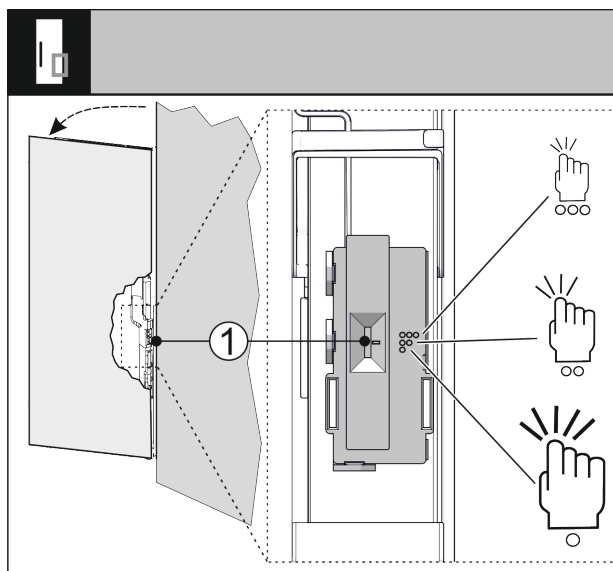

Fig. 72
Citlivost snímače klepání můžete nastavit pomocí spínače Fig. 72 (1). Spínač je na straně závěsu ve spodní třetině dveří.
- Posuňte spínač Fig. 72 (1) do požadované polohy spínače.